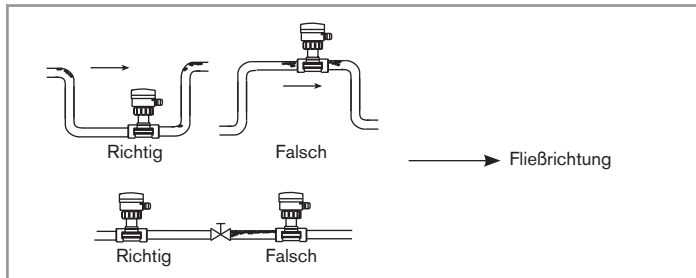

Bild 10: Luftblasen in der Rohrleitung
- Die Bildung von Luftblasen in der Rohrleitung am Gerät vermeiden (Bild 10).